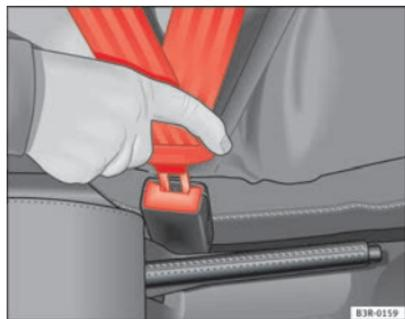

Fig. 11 Bloccetto di aggancio e linguetta della cintura di sicurezza
- Inserire la linguetta della cintura nel bloccetto di aggancio del sedile corrispondente facendole effettuare lo scatto d'innesto ⇒ fig. 11.